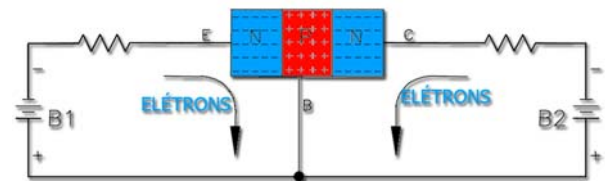

Figura 6 – Polarização direta do transistor NPN
Observa-se na figura 6 que a bateria B1 tem seu pólo negativo no emissor (N) e o positivo na base (P), caracterizando uma polarização direta. O mesmo pode ser dito de B2, mas agora em relação ao coletor.